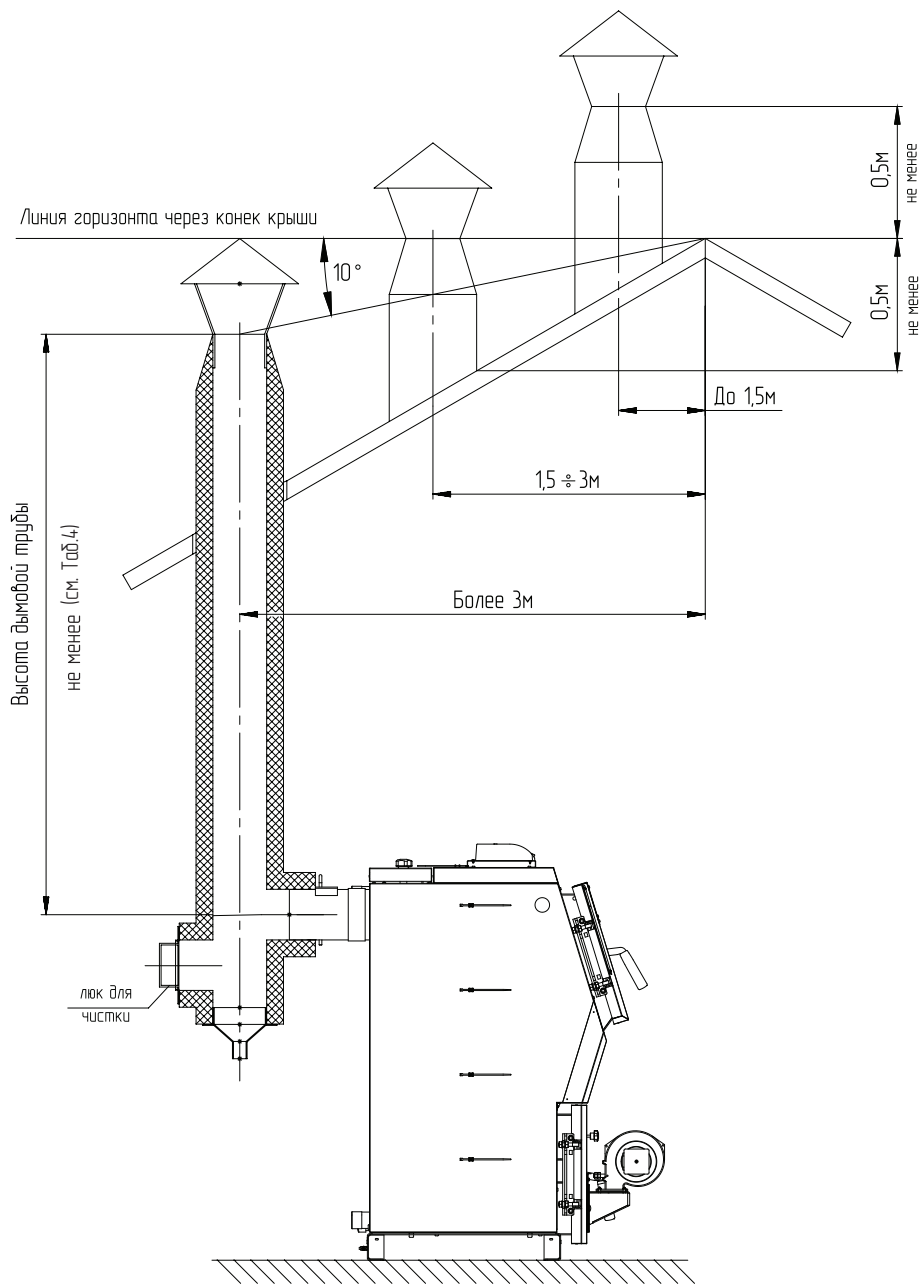

Рис.4 Варианты установки дымовой трубы
- Высоту дымовой трубы над крышей (в зависимости от расстояния ее до конька крыши) выполнить, в соответствии с **Рис.4**.